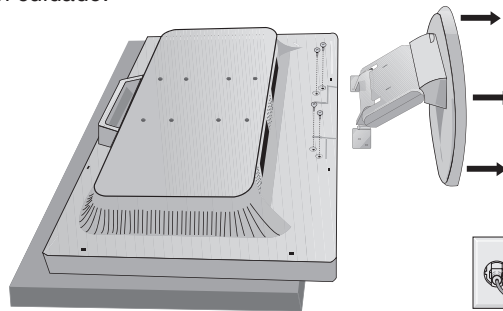

Figura R.2
3. Retire los 4 tornillos que unen el monitor al soporte y retire el soporte como se indica (**figura R.2**).